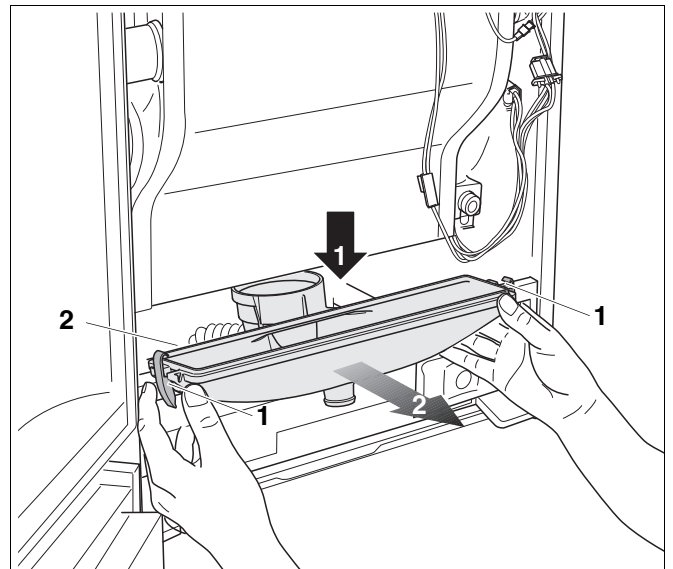

Рис. 120 Снятие ванны для конденсата
- Открыть 2 зажима слева и справа внизу на ванне для конденсата (рис. 120, **поз. 1**).
- Потянуть ванну для конденсата вниз (рис. 120, **шаг 1**) и извлечь вперед (рис. 120, **шаг 2**).
- Проверить уплотнение между ванной для конденсата и теплообменником (рис. 120, **поз. 2**) на наличие повреждений и при необходимости заменить.